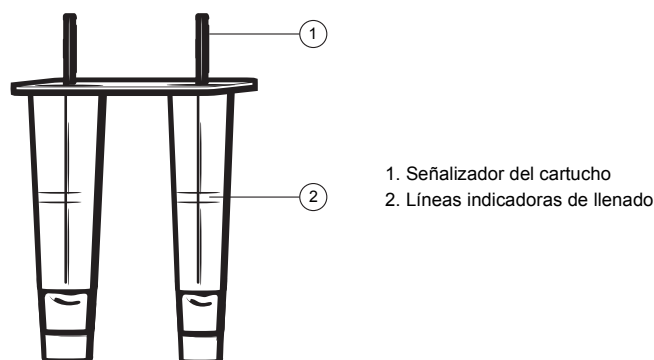

Figura 1. Llenado del cartucho
6. Llene cada canal del cartucho (Figura 1) con el volumen de muestra apropiado. Consulte la Tabla 2.